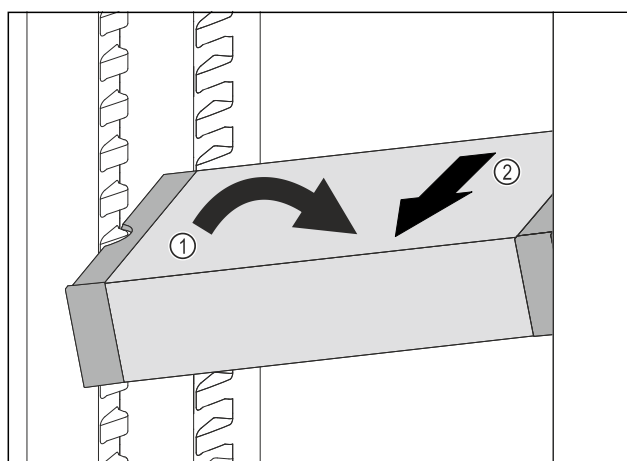

Fig. 83
- ▶ Incliner le VarioSafe dans la partie réfrigérateur. *Fig. 83 (1)*
- ▶ Sortir le tiroir VarioSafe par l'avant. *Fig. 83 (2)*